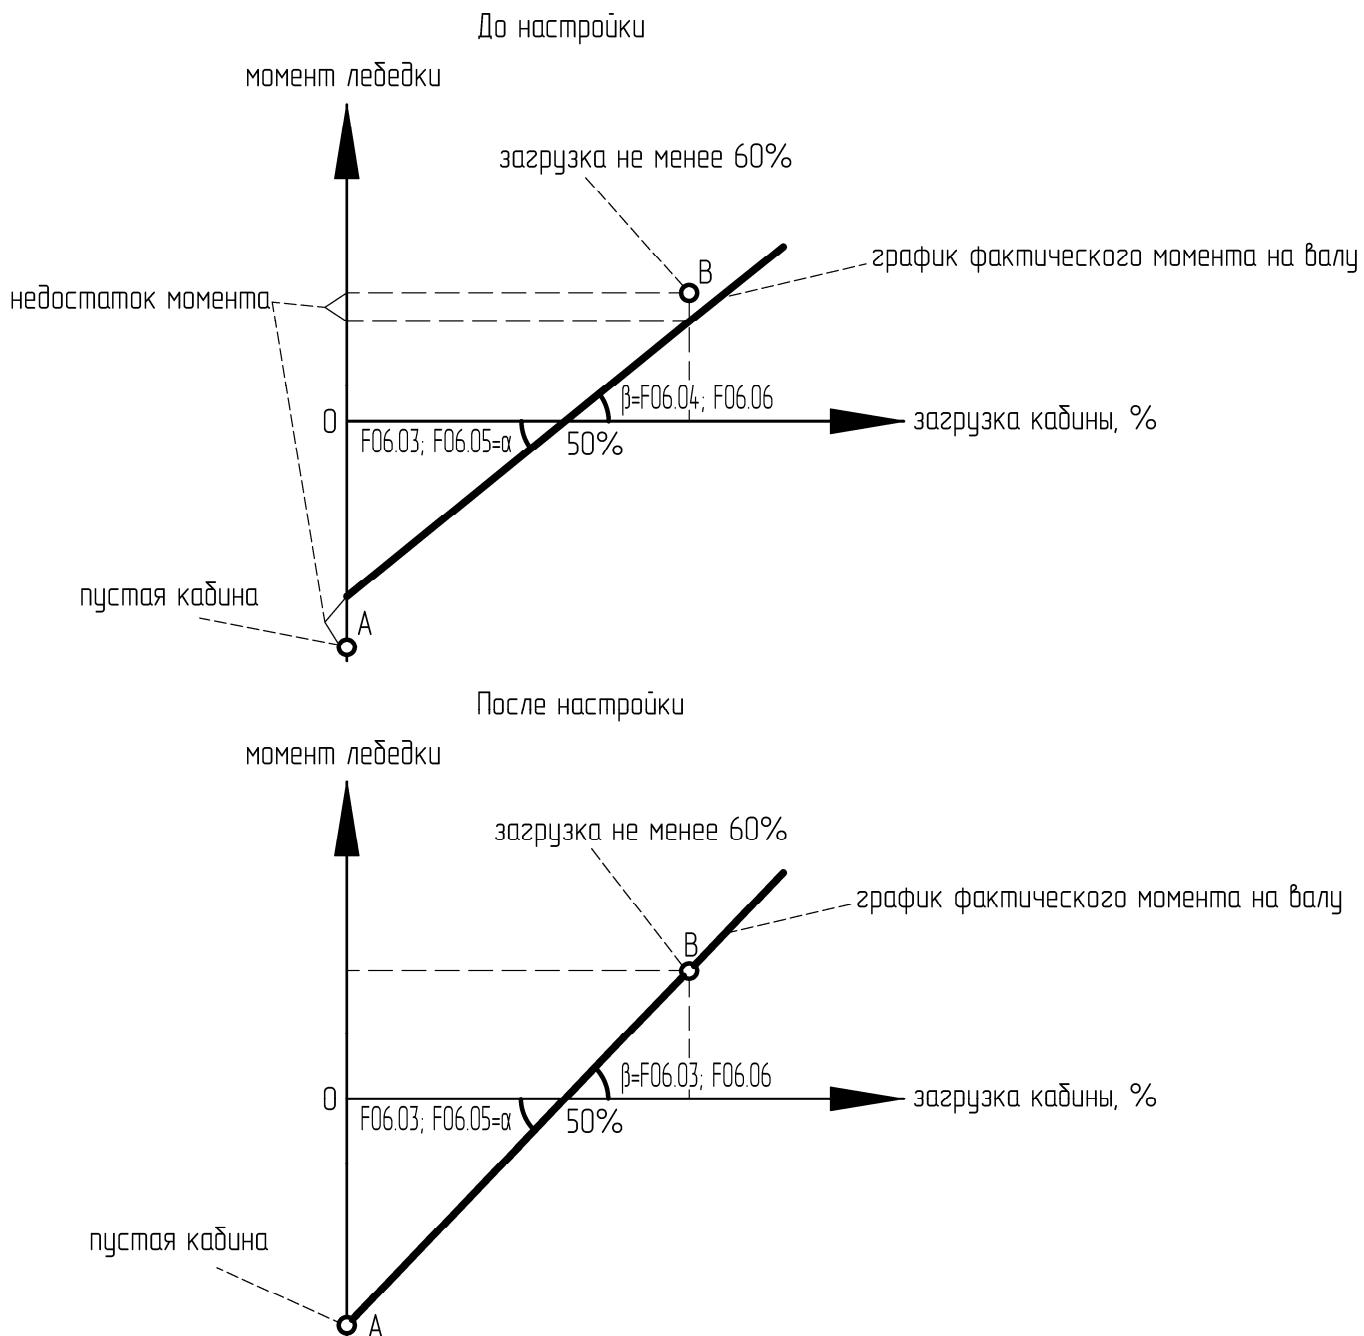

Рисунок 8.3 – Принцип настройки противоотката
7. **Определение момента точки А (рисунок 8.3):** Подать команду «Вверх» от станции управления и следить за перемещением кабины. При **откате кабины вверх** необходимо **увеличивать значение коэффициента F06.04**, при **откате кабины вниз** необходимо **уменьшать значение коэффициента F06.04** до пропадания отката. Затем установить значение **F06.05 = F06.04**, подать команду на движение вниз, откат должен отсутствовать.
**8 Определение момента точки В (рисунок 8.3):** загрузить кабину не менее 60% от номинала. Далее подать команду «Вверх» от станции управления и следить за перемещением кабины. При **откате кабины вверх** необходимо **уменьшать значение коэффициента F06.03**, при **откате кабины вниз** необходимо **увеличивать значение коэффициента F06.03** до пропадания отката. Затем установить значение **F06.06 = F06.03**, подать команду на движение вниз, откат должен отсутствовать.